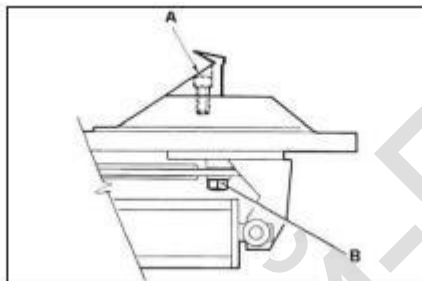

Рисунок 15
- Подтяните болты крепления зажимных кулачков и ползун поворотного стола после первых 20 дней эксплуатации станда (Рис.15).